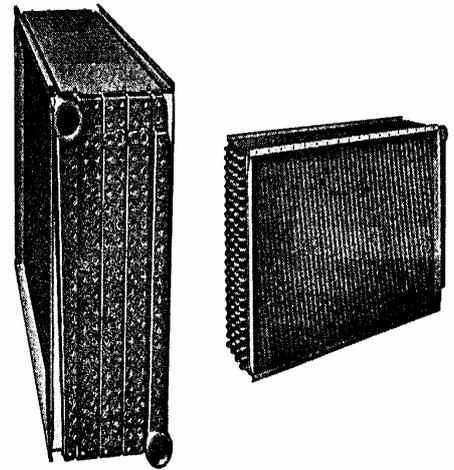

FIGURE 1
*On a illustré aux figures 1 à 4 plusieurs types de batteries utilisant l'eau comme agent de refroidissement.*